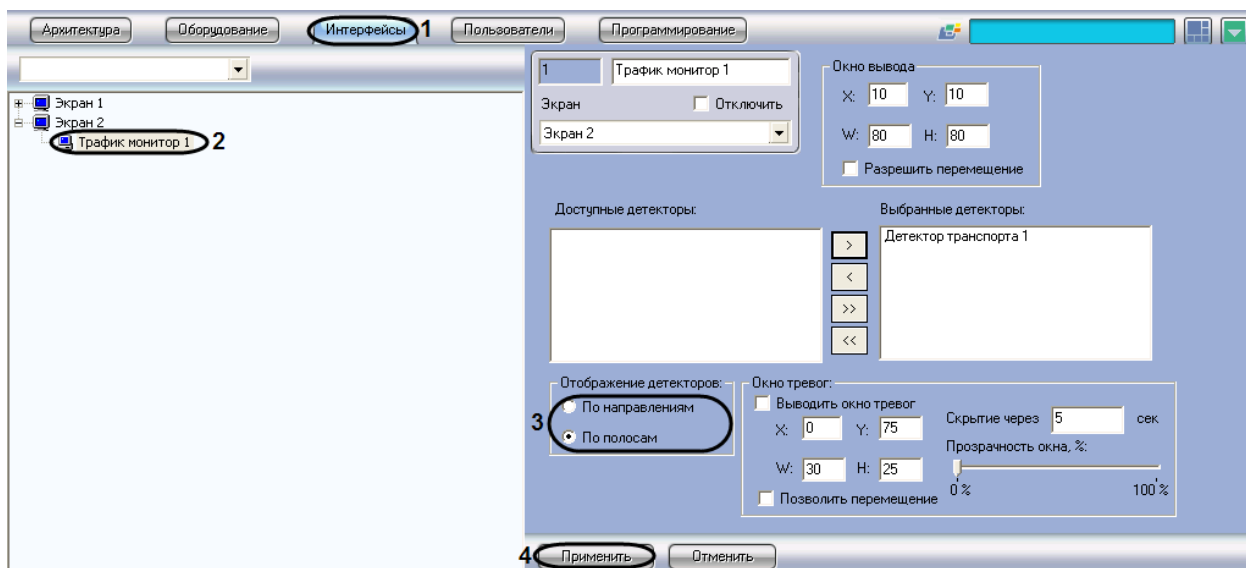

Рис. 7.8—3. Выбор способа отображения информации о движении ТС
3. Установить переключатель «Отображение детекторов» в одно из предложенных положений (по направлениям, по полосам) (см. Рис. 7.8—3, 3).
4. Нажать кнопку «Применить» для сохранения настроек (см. Рис. 7.8—3, 4).